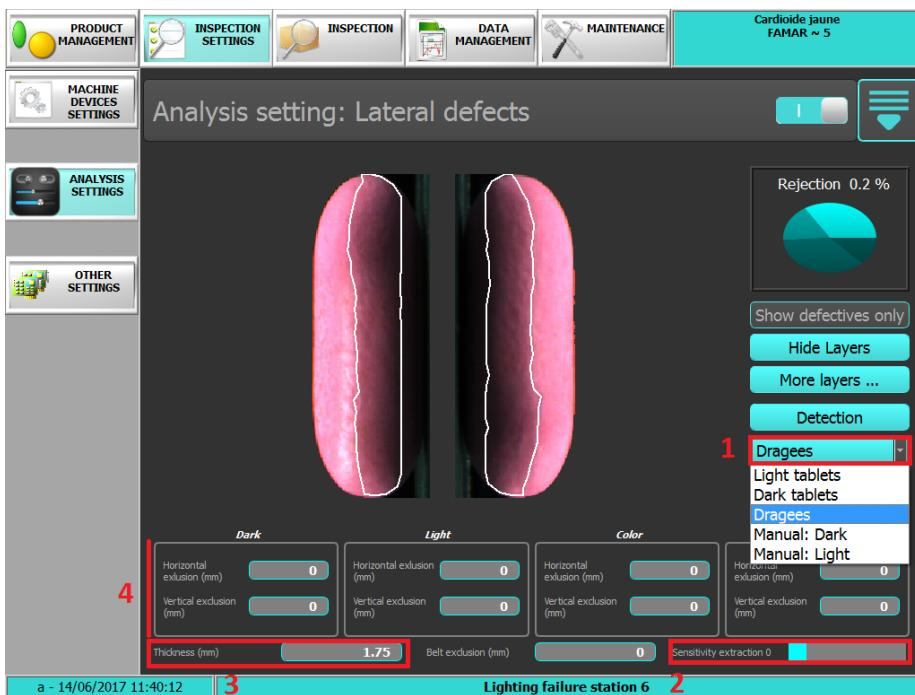

FIGURE 8.8 – Extraction de la tranche d'une dragée avec la méthode **Dragees**
- Sélectionner **Dragees** dans la liste déroulante, voir Fig. 8.8-step 1
- Placer le curseur **Sensitivity Extraction** à **0**, voir Fig. 8.8 step 2. Ce paramètre sert à ajuster le seuillage appliqué à la partie inférieure de la dragée, il permet de décaler le contour de la partie inférieure vers la zone d'ombre.
- Mesurer l'épaisseur de la dragée au pied à coulisse et rentrer le quart de la valeur mesurée dans le paramètre **Thickness**, voir Fig. 8.8 step 3. La dragée utilisée dans cet exemple a une épaisseur de 7mm, le paramètre **Thickness** doit être à 1.75mm.